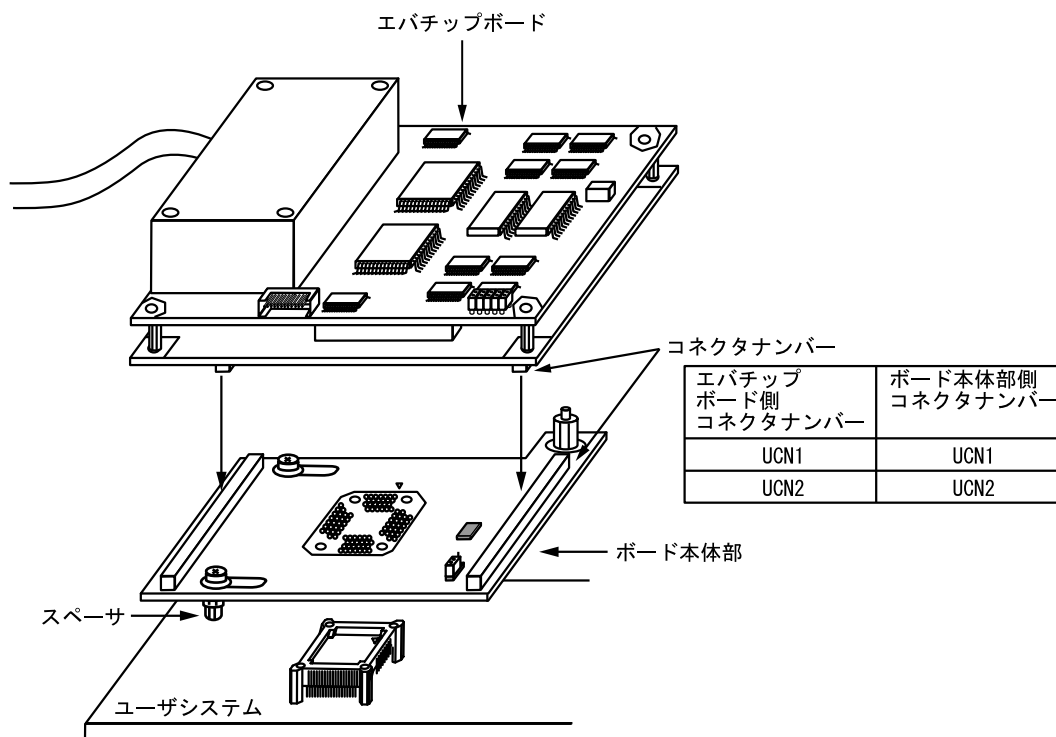

図3 エバチップボードへの接続
- (1) ユーザシステムおよびエミュレータの電源が切れていることを確認してください。
- (2) ボード本体部とエバチップボードのコネクタをコネクタナンバーに合わせて接続します（図3参照）。
- (3) ボード本体部に付属しているスペーサをユーザシステムの状態に合わせて、高さを調整してください。